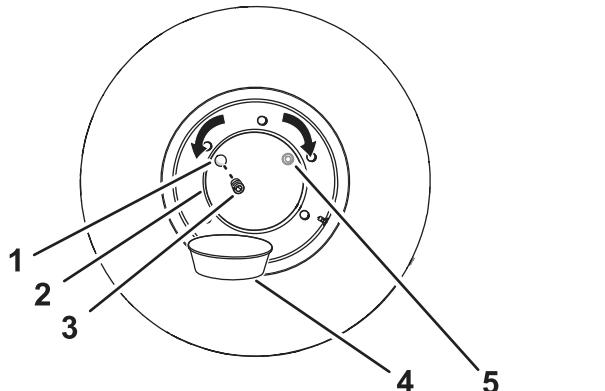

図 95
2. ホイールハブのプラグが時計の 10 時または 2 時の位置にくるようにマシンを前進後退させる図 95。
4. ホイールハブのドレンポートの下にドレンパンを置く図 95。
5. ホイールハブのプラグを取り外す図 95。
6. オイルポートのねじ山の下までオイルがあれば良い図 95。
8. プラグを元通りに取り付ける図 95。
1. ホイールハブのオイルプラグが時計の 12 時または 2 時の位置にくるようにマシンを前進後退させる図 95 ホイールハブの油量点検 (ページ 64) を参照。